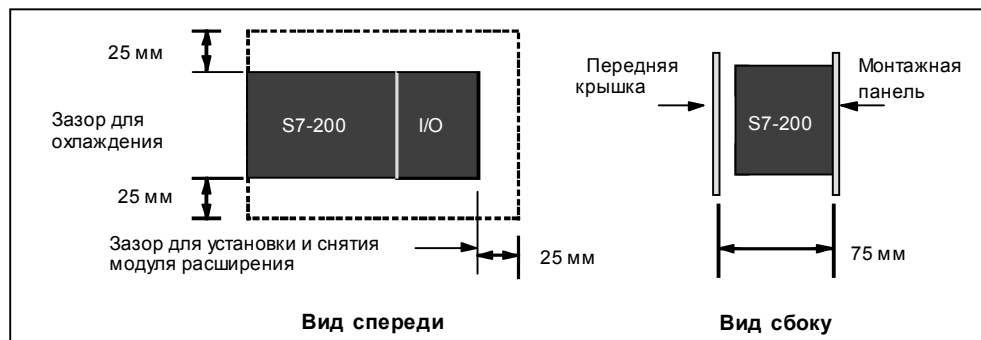

Рис. 2-2. Требования к зазорам при монтаже S7-200
- CPU S7-200 и модули расширения рассчитаны на отвод тепла естественным путем за счет конвекции. Поэтому в любом случае выше и ниже устройств оставляйте зазор шириной не менее 25 мм, чтобы обеспечить отвод тепла (см. рис. 2-2). Длительная эксплуатация при максимальной температуре окружающей среды и максимальной нагрузке сокращает срок службы электронных компонентов устройств.
- Если Вы монтируете S7-200 на коммутационной панели, то Вам требуется глубина монтажа не менее 75 мм (см. рис. 2-2).